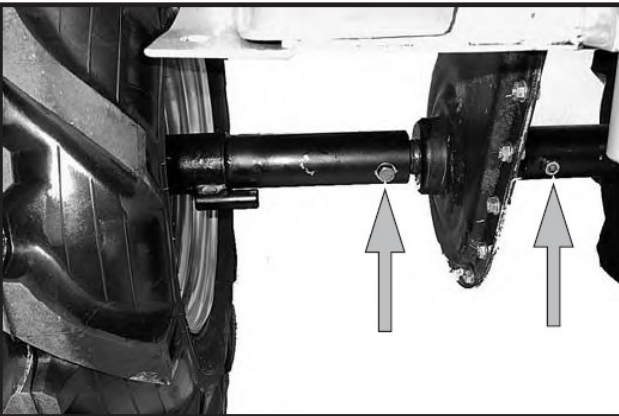

Fig. 7
2. Fit the wheel hubs on the tine shaft (fig. 7)
2. Die Radnaben auf die Hackenwelle montieren (Abb. 7).
2. Montare i mozzi porta-ruota sull'albero zappe (fig. 7).
2. Montar los cubos de las ruedas en el eje de las azadas (fig. 7).
2. Monter le moyeux porte-roue sur l'arbre houes (fig. 7).
2. Monte os dois cubos porta-roda no veio das enxadas (fig. 7).